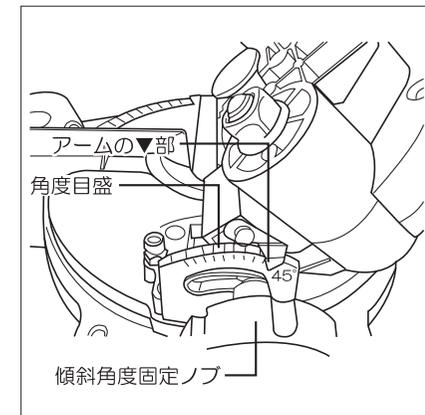

図24
- ②傾斜角度固定ノブをゆるめて、本機を左に傾斜させてください。(図24参照)
- ③アームの▼部と角度目盛45度が一致しているかを確認してください。(図24参照)